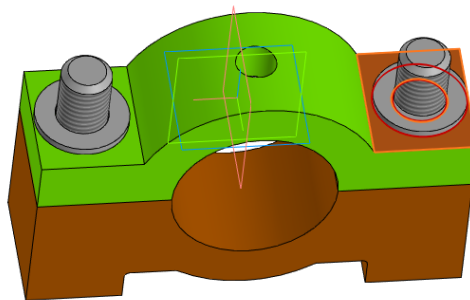

Рис. 28 Операции «Соосность» и «Совпадение» для Шайбы
2) Для элементов Шайба 20 ГОСТ 11371–78 установить зависимость «Соосность» со Шпилькой и «Совпадение» с Крышкой (рис. 28).